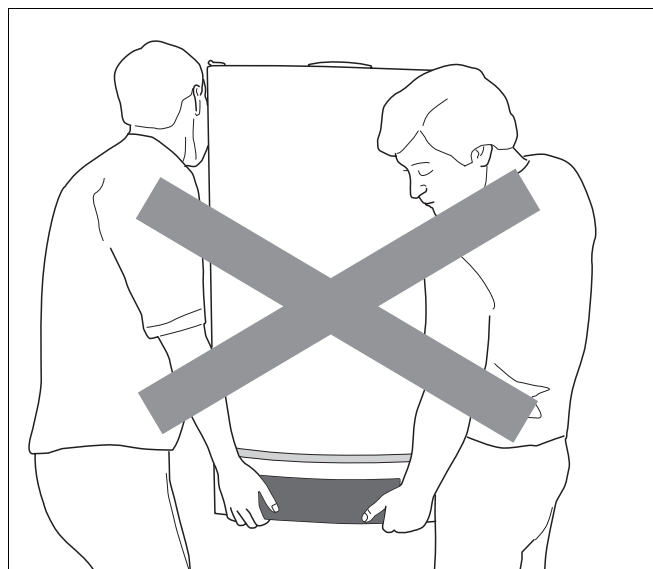

Fig. 4 Cv-toestel verkeerd optillen en dragen
- Til het cv-toestel niet aan de klep van het bedieningspaneel op (→ fig. 4).
- Til het cv-toestel niet aan de klep van het bedieningspaneel op (→ fig. 4, pag. 15).